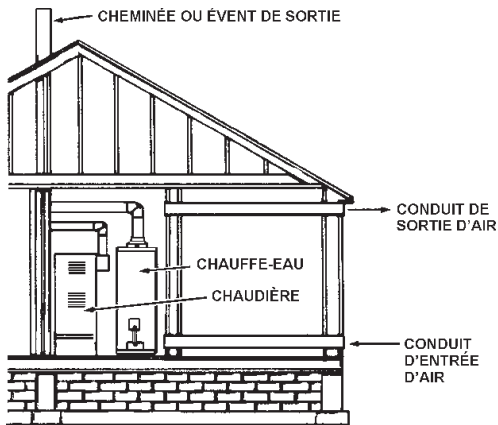

FIGURE 14
- Chaque ouverture qui communique avec l'extérieur par un conduit horizontal doit comporter une surface libre d'au moins 1 po² par 2 000 Btu/h (11 cm²/kW) de débit calorifique nominal total de tous les appareils se trouvant dans l'enceinte (fig. 14).
- Si des conduits sont utilisés, l'aire de leur section transversale doit être la même que la surface libre de l'ouverture à laquelle ils sont raccordés. Le côté le plus petit d'un conduit de section rectangulaire ne doit pas être inférieur à 3 po (76,2 mm) (fig. 14).